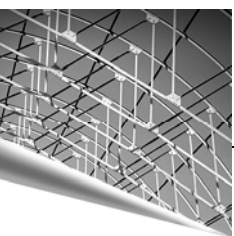

图 2-91 “拉伸”对话框
(1) 选择“菜单(M)”→“插入(S)”→“切割(T)”→“拉伸(E)”，或者单击“主页”选项卡“特征”面组上的“拉伸”按钮，打开如图 2-91 所示的“拉伸”对话框。在“拉伸”对话框中的开始“距离”文本框中输入 0，结束“距离”文本框中输入 0.6，